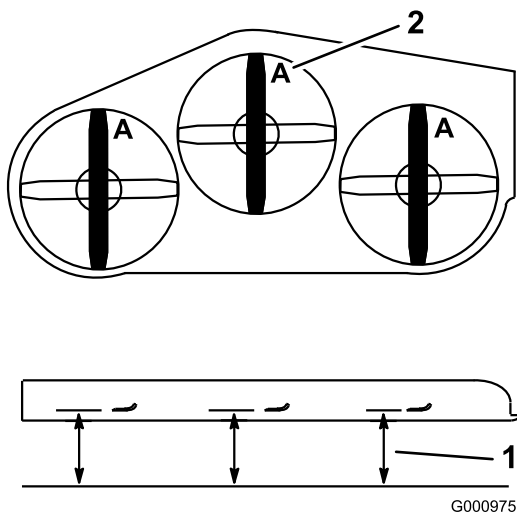

**Figura 81**
1. Inspeccione los filos de corte (Figura 81).
4. Si observa fisuras, desgaste o la formación de una ranura en esta zona, instale de inmediato una cuchilla nueva (Figura 81).